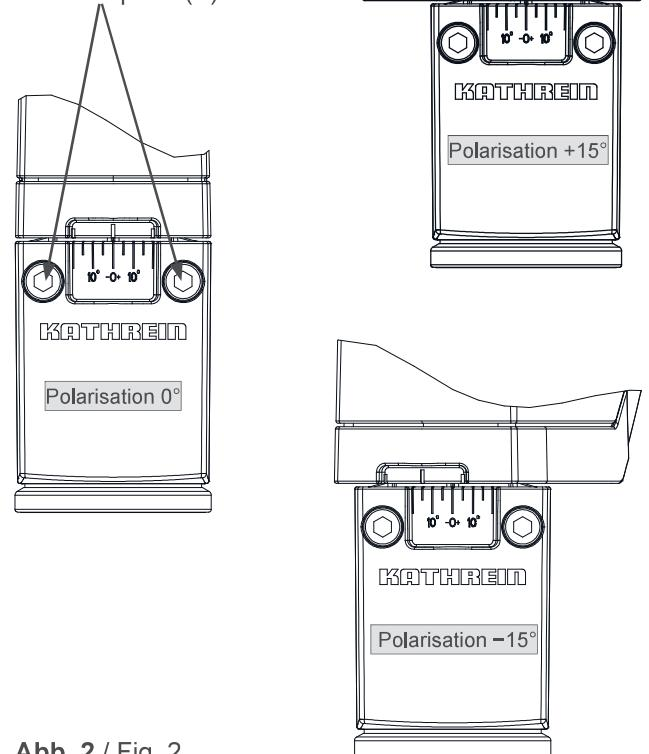

Abb. 2 / Fig. 2
Polarisations-Voreinstellung (Abb. 2)
1. Beide Innensechskant-Schrauben (S) lockern.
2. Durch Drehen des Speisesystems die Referenzmarke auf den Wert lt. Polarisations-Voreinstellungs-Tabelle einstellen (siehe Abb. 2)
3. Die Innensechskant-Schrauben (S) gleichmäßig im Wechsel festziehen. Anzugsdrehmoment: Max. 4,5 Nm
Setting the polarisation (Fig. 2)
1. Loosen both Allen screws (S).
2. Turn the feed system to set the reference mark to the value given in the polarisation pre-setting table. (see fig. 2)
3. Tighten the Allen screws (S) evenly, alternating between both. Torque: max. 4.5 Nm
Ajustage de la polarisation (Fig. 2)
1. Desserrer les deux vis à six pans creux (S).
2. Tourner le système d'alimentation pour régler le repère de référence sur la valeur indiquée dans le tableau de préréglage de la polarisation (voir la fig. 2)
3. Serrer les vis à six pans creux (S) de manière homogène en alternance. Couple de serrage : maxi. 4,5 Nm